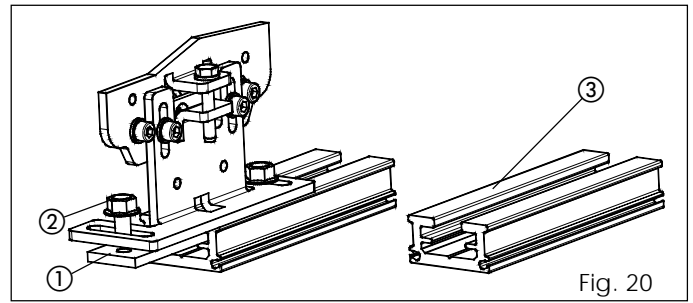

Fig. 20
- Monteer het bevestigingsprofiel van de vleugel (accessoire fig. 20 ref. ③) aan de bovenkant van de vleugel met geschikte schroeven.
- Zet de vleugel vast op de respectieve wagens met behulp van de platen (fig. 20 ref. ①) en de schroeven (fig. 20 ref. ②), die bijgeleverd zijn.